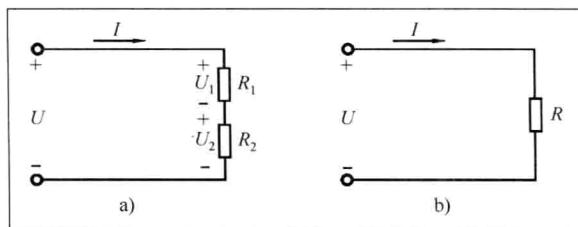

图 1-15 电阻的串联及等效电阻
- 操作：用蓄电池和两只电阻连成如图 1-15 所示的串联电路。用万用表电压档分别测量该电路中各元件上的电压，你会发现总电压大于各段电压，各段电压的和等于总电压；用万用表的电流档测量该串联电路的电流，你会发现流过每个元件的电流都是相同的。